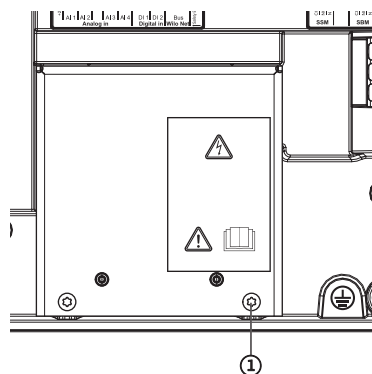

Fig. 113: EMK zaštitna ploča
4. Otpustiti zavrtnje EMK zaštitne ploče (Fig. 113, poz. 1) i ukloniti zaštitnu ploču.